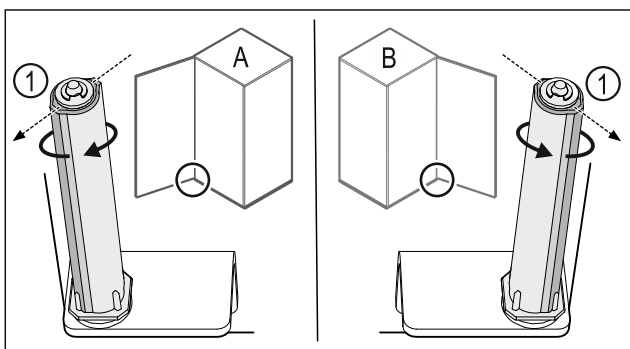

Fig. 39 Vänsterhängd (A)/högerhängd (B)
- Vrid låssystemet mot motståndet, tills låssystemets klack Fig. 39 (1) är vänd utåt.